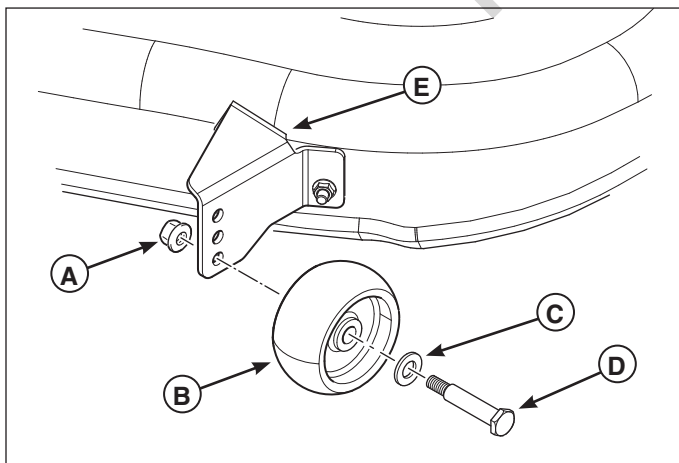

Figura 16
1. Retire la contratuerca (A, Figura 16), la rueda de calibración (B), la arandela (C) y el perno con reborde (D). Cambie la posición de la rueda calibradora a la altura deseada.
2. Inserte el perno con reborde (D) por la arandela, (C) la rueda calibradora (B) y el soporte de la rueda calibradora (E). Sujétela con la contratuerca (A). Repita los pasos 1 y 2 con todas las ruedas calibradoras.